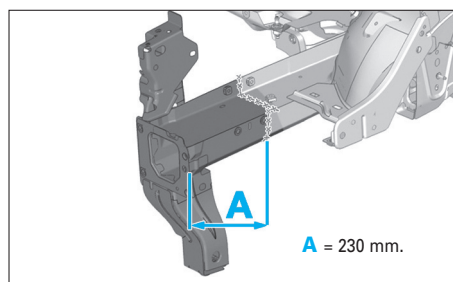

FIG. 20
- Découper l'embout de longeron suivant la ligne de coupe (Fig.20).